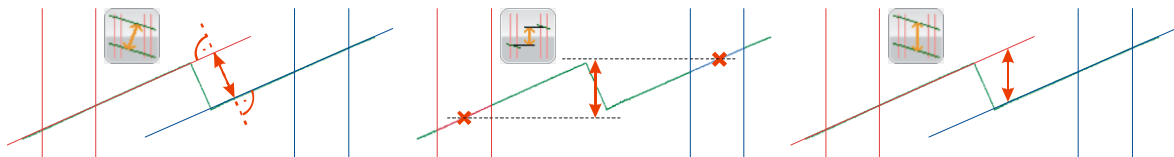
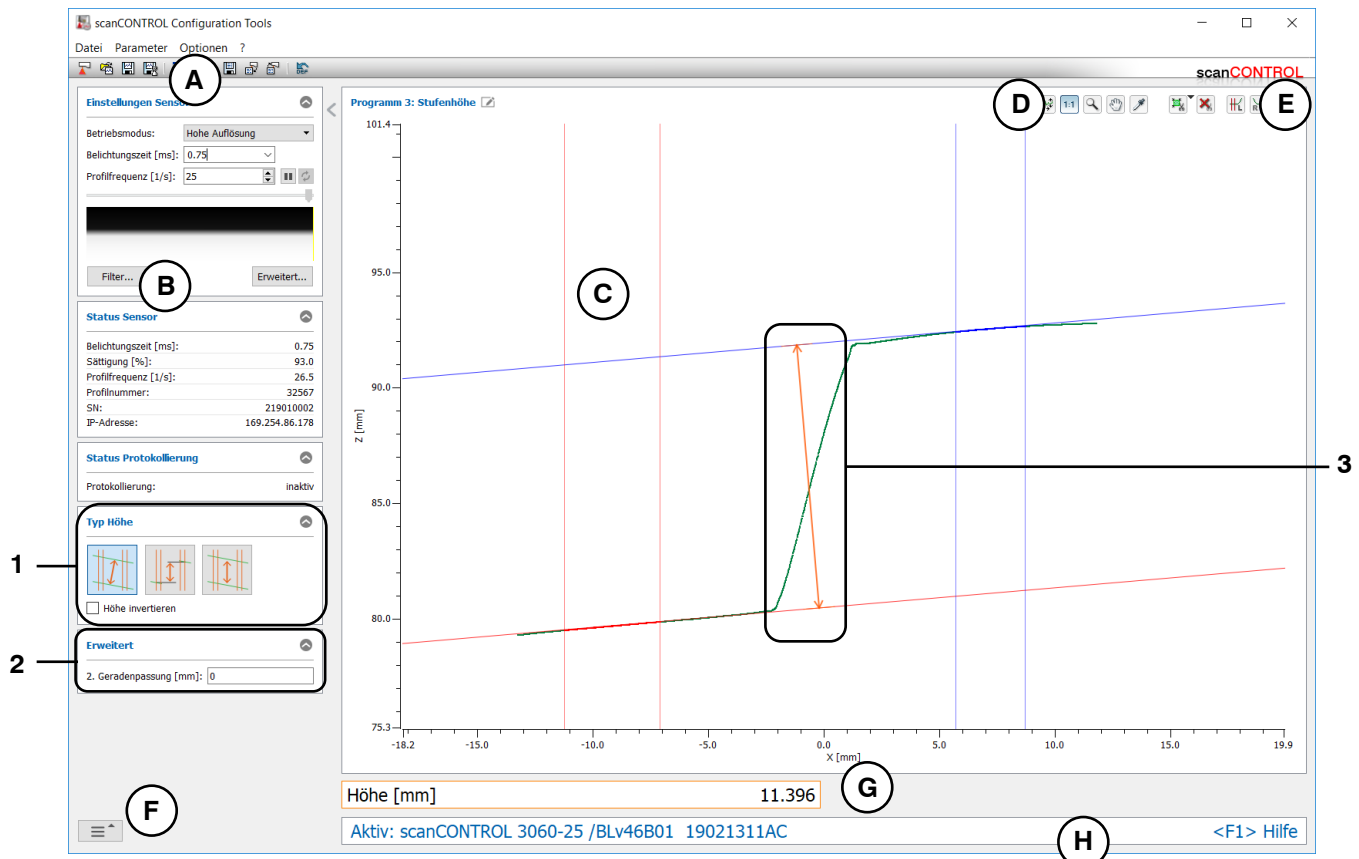

Abb. 4.16: Algorithmen für die Berechnung der Höhe
Abb. 4.17: Messprogramm „Stufenhöhe“
- Definieren Sie den Algorithmus zur Berechnung der Höhe (siehe Abb. 4.16, Abb. 4.17 und Kap. 3.13.1):
- Invertieren Sie ggf. das Vorzeichen der Höhe (siehe Abb. 4.17).
- 1 Typ Höhe:** Wählen Sie in diesem Bereich den Algorithmus zur Berechnung der Höhe (siehe Abb. 4.16) und wählen Sie das Vorzeichen der Höhe.